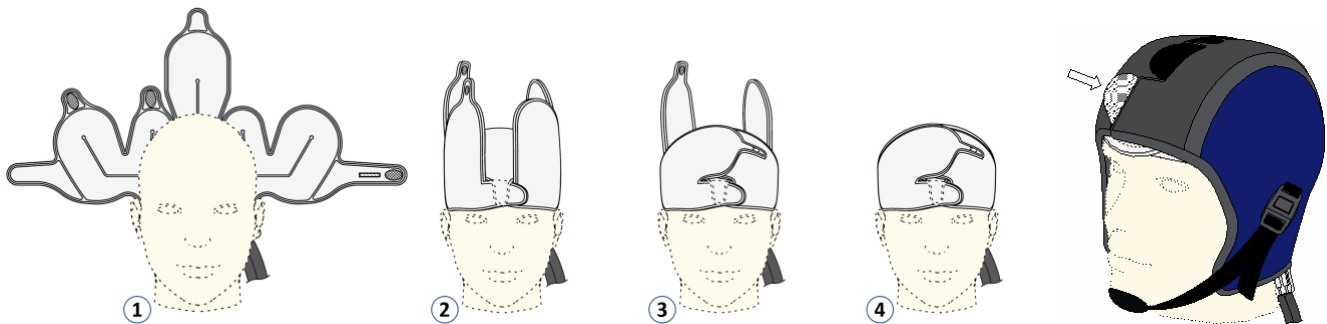

Figura 13. Posizionamento della cuffia di raffreddamento e della cuffia termica
Per adattare la cuffia di raffreddamento alla testa del paziente e fissarla alla cuffia termica vanno seguite 4 fasi (Figura 13).
2. Posizionare la cuffia intorno alla parte posteriore della testa del paziente, (Figura 13, 1-2). Il paziente deve tirare le linguette della fronte in avanti e leggermente in alto vicino alla tempia, per bloccare la cuffia sul lobo occipitale. Il personale porta in avanti il lembo centrale dalla parte posteriore del capo in avanti e lo posiziona piatto sulla testa e ne infila la linguetta dietro alle linguette della fronte.
6. Mettere la cuffia termica sulla cuffia di raffreddamento e fissare il sottogola (Figura 13).